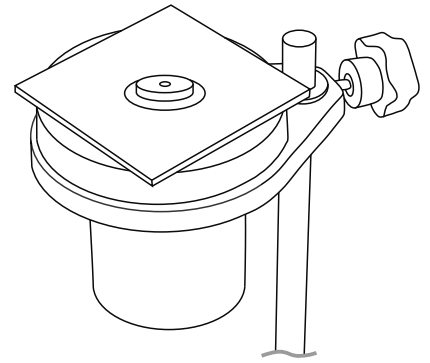

图 1
- 1 放置杯到支架a并使用提供的玻璃板和气泡水平仪(图1)调平杯子.